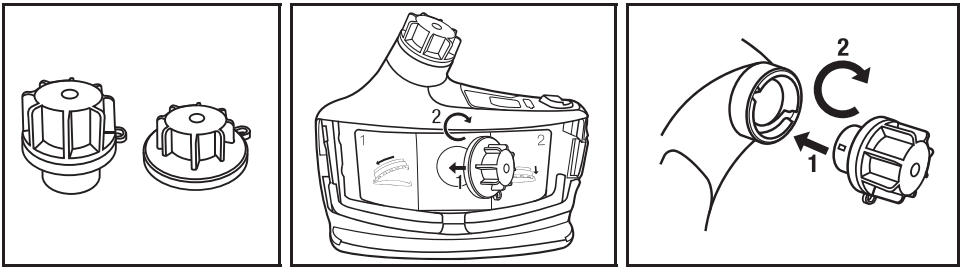

Fig. 16 Pose des couvercles de nettoyage et d'entreposage du souffleur à moteur
- Si un nettoyage additionnel est requis, retirer le filtre ou la cartouche et le tuyau de respiration. Pour que le moins de matière possible tombe dans le souffleur à moteur, enlever le tuyau de respiration (Fig. 12) et le filtre ou la cartouche (Fig. 6) lorsqu'ils sont tournés vers le bas. Retirer la pile. Poser les obturateurs de nettoyage et d'entreposage dans les orifices d'entrée et de sortie (trousse de nettoyage et d'entreposage TR-653 3M^{MC}) sur le respirateur TR-600 (Fig. 16). Le respirateur TR-600 peut alors être rincé sous l'eau courante, immergé ou mis dans une machine à laver pour respirateurs pour un nettoyage plus en profondeur. La température de l'eau ne doit pas dépasser 50°C (122°F). S'assurer, avant chaque utilisation, que les joints d'étanchéité des obturateurs ne sont pas usés ou endommagés. Remplacer les joints d'étanchéité usés ou endommagés. Le fait de laver le respirateur TR-600 lorsque les joints d'étanchéité des obturateurs sont endommagés peut le détériorer et annuler la garantie. Ne pas immerger ni mettre dans une machine à laver les souffleurs qui sont tombés par terre ou qui ont été endommagés. **REMARQUE :** **Remplacer les joints d'étanchéité toutes les 30 utilisations ou annuellement, selon la première éventualité, afin de réduire l'utilisation de joints d'étanchéités usés.**